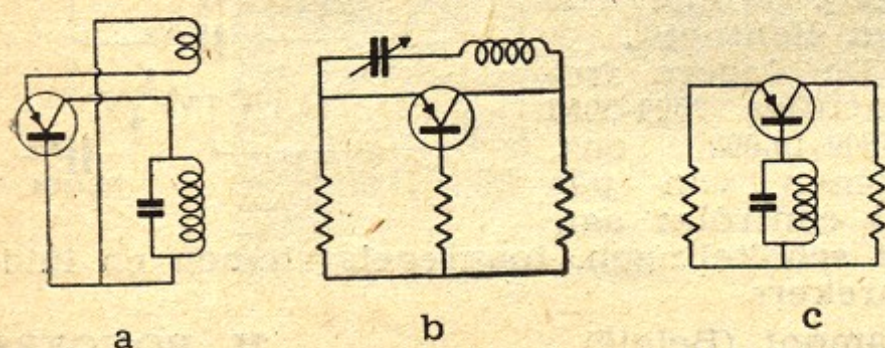

Fig. 7. De transistor als oscillator
b) en c) uit fig. 7 zijn Hartley-schakelingen, waarvan de schakeling c) in de ontvanger toepassing vindt.
In fig. 7 geven wij enkele prinsipschema's van de transistor als oscillator.
Buisaequivalent van fig. 7